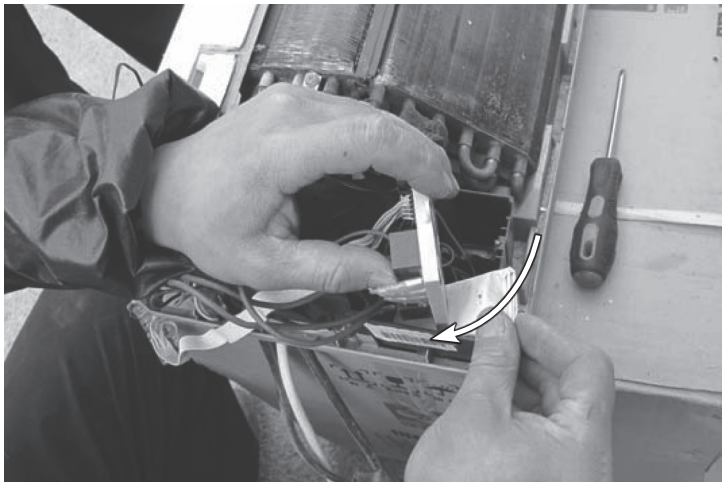

图 7-8 在变压器与电控盒之间垫层纸
3) 然后在变压器与电控盒之间垫上一层报纸,如图 7-8 所示,使其紧紧相靠,再上电试机,噪声消失。